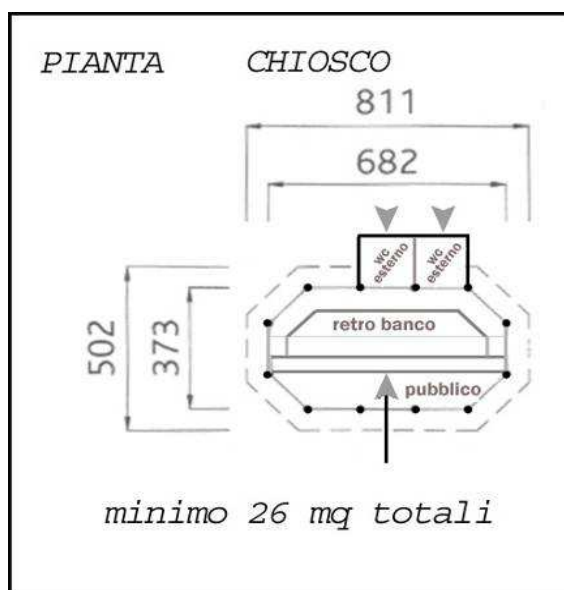

Fig. 1
- Sporto nella copertura per aree di sosta perimetrali. (Parte tratteggiata in planimetria fig.1).